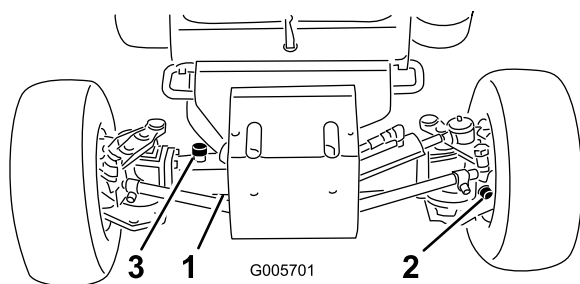

Figura 31
2. Retire los tapones de verificación del eje y asegúrese de que el lubricante llega al borde inferior de cada orificio. Si el nivel es bajo, retire los tapones de llenado y añada suficiente lubricante para que el nivel llegue al borde inferior de los orificios de los tapones de verificación (Figura 31).